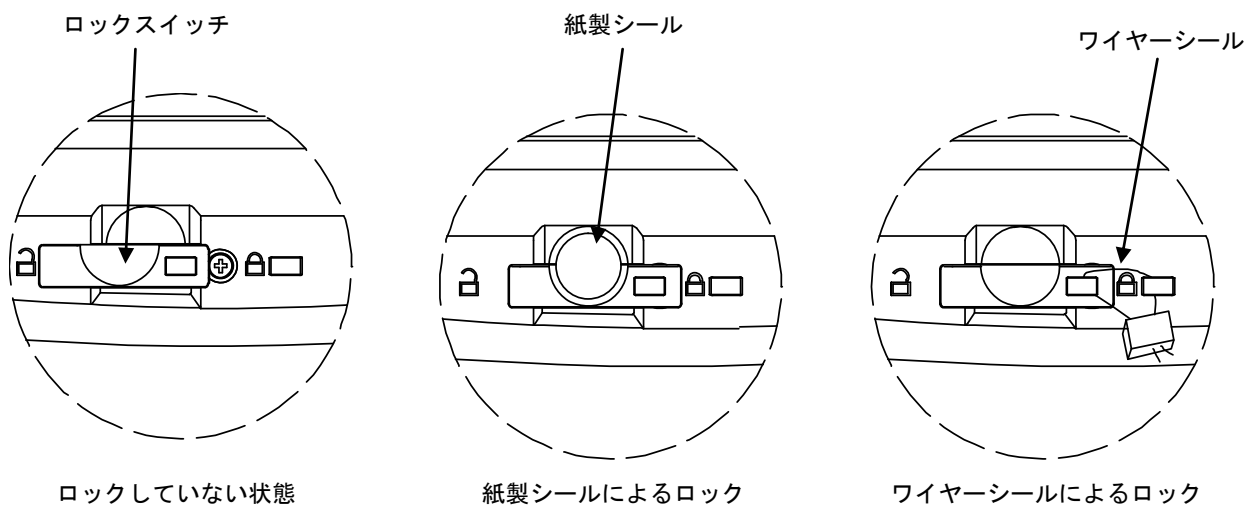

図 5-1. シーリング
3. スイッチをロック状態に設定します。図 5-1 を参照してください。